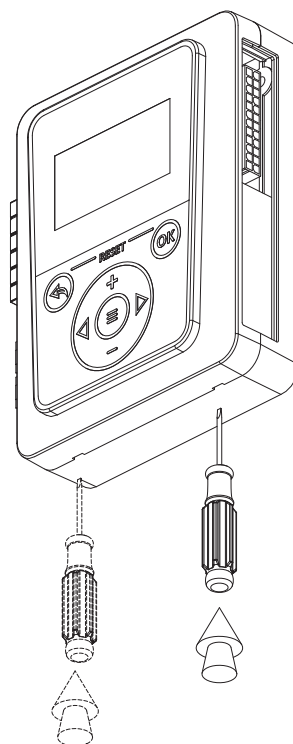

Рис.18 Демонтаж лицевой панели
2. снимите лицевую панель контроллера, ослабив защелки с помощью отвертки (Рис.18);